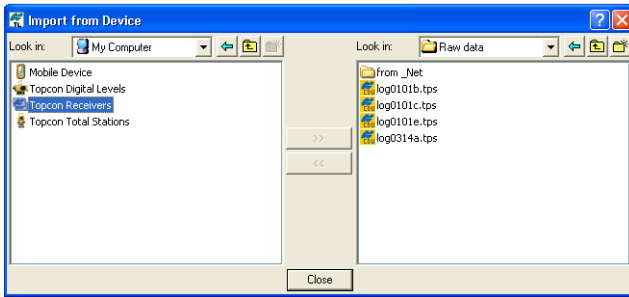

Figura 5-5. Importar desde la Ventana de Dispositivos
3. En el panel izquierdo del cuadro de diálogo **Import from Device** (Importar desde Dispositivo), haga doble clic en *Topcon Receivers* (Figura 5-5 de la página 5-5).